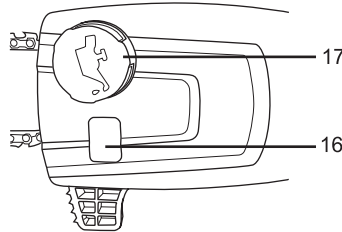

Fig. 13
1. Coloque el producto sobre una superficie estable y nivelada, con el tapón del depósito de aceite (17) hacia arriba. Recomendamos colocar una hoja no inflamable debajo del producto.
2. Desenrosque y retire el tapón del depósito de aceite (17) (Fig. 13).
4. Compruebe la ventanilla de nivel de aceite (16) antes de la puesta en marcha y de forma regular durante el funcionamiento. Rellene el aceite cuando su nivel esté cerca de la parte inferior de la ventanilla de nivel de aceite (16) (Fig. 13).
5. Limpie el lubricante derramado con un paño suave y vuelva a colocar el tapón del depósito de aceite (17).